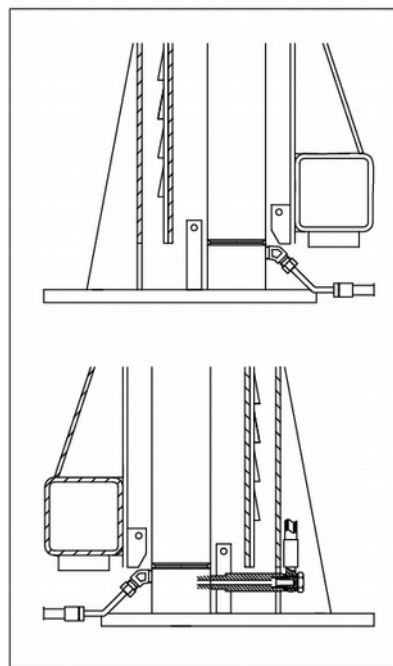

Рис. 31
- Подсоедините шланг высокого давления в соответствии с рис. 31. Сначала подключите шланг к тройному узлу под главной стойкой, а затем к узлу под второй стойкой. После вертикальной установки стоек положение тросов следует отрегулировать.